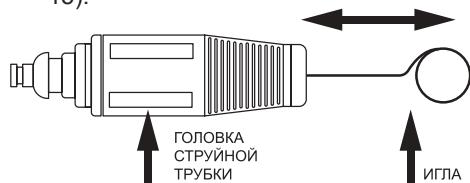

Рис. 15 Чистка форсунки головки струйной трубы
4. С помощью иглы для чистки форсунки (поставляется в комплекте) прочистите форсунку струйной трубы (Рис. 15).